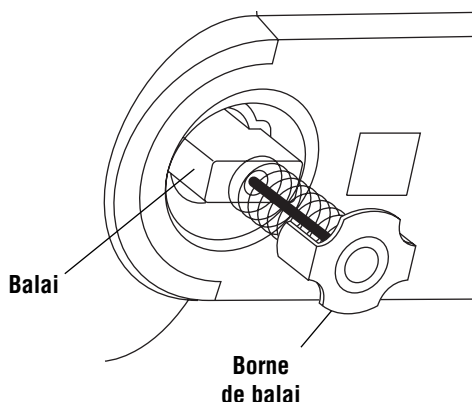

Figure 39. Balai du moteur
3. Tirez le balai vers l'extérieur (Figure 39). Répétez pour le côté opposé.